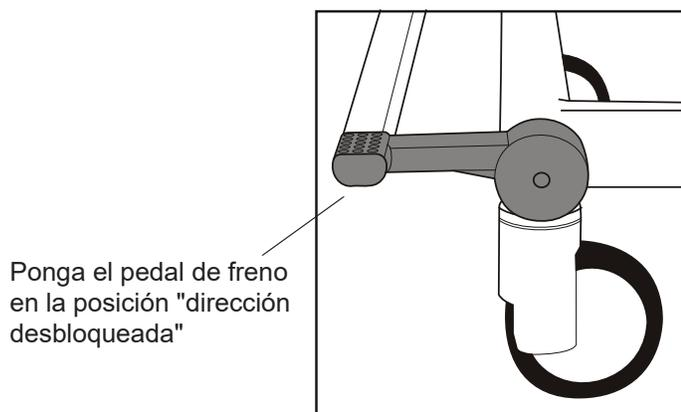

Fig. 6 - Posición de «dirección desbloqueada»
2. Compruebe que los frenos estén desbloqueados y el pedal de freno en la posición «dirección desbloqueada». (Véase la Fig. 6)